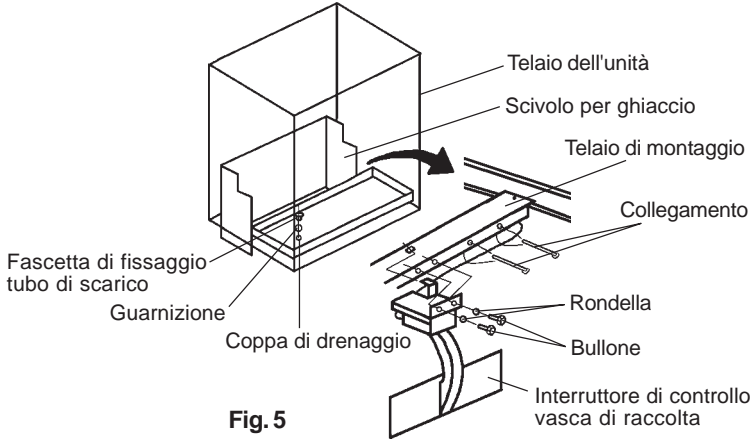

Fig. 5
- 6) Rimuovere la fascetta di fissaggio dal tubo di scarico e quindi la coppa di drenaggio. Mediante i bulloni (due) e le rondelle piane forniti, fissare sul telaio di montaggio l'interruttore di controllo vasca di raccolta. Fissare il cablaggio dell'interruttore di controllo vasca di raccolta mediante i due collegamenti in nylon. Posizionare sul telaio dell'unità lo scivolo per cubetti e montare la coppa di drenaggio nel modo corretto. Vedere Fig. 5.